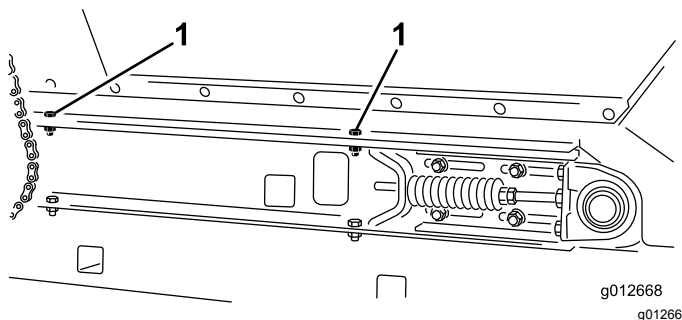

Рисунок 25
2. С каждой стороны машины отверните 2 болта с 2 шайбами и 2 контргайками, которые крепят бункер к балкам подвижной рамы (Рисунок 25).